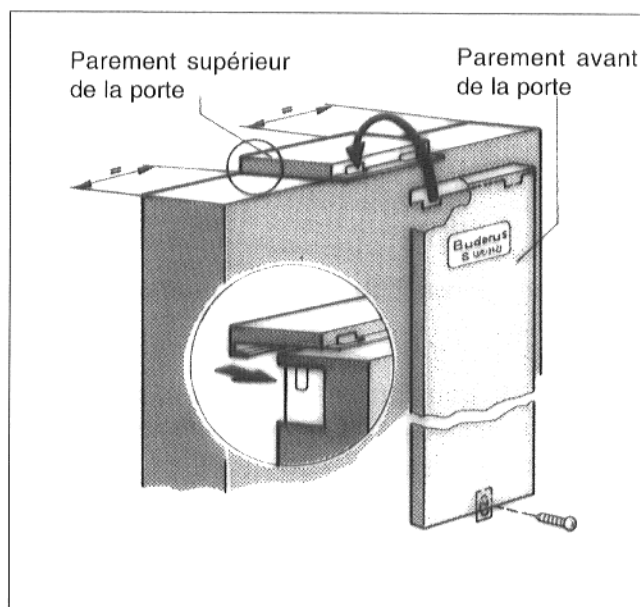

Fig. 19
- Accrocher le parement supérieur de la porte à l'arrière du cadre du milieu de porte, avec le rebord en U tourné vers le haut (Fig. 19).
- Accrocher le parement avant de la porte dans les fentes du parement supérieur de porte, les languettes tournées vers le haut (Fig. 19).
- Fixer le parement avant de la porte en le visant à l'aide d'une vis autotaraudeuse (Fig. 19).